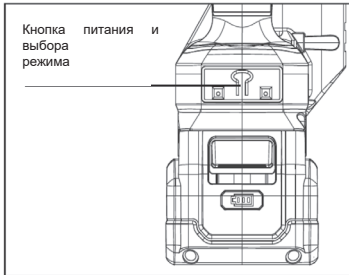
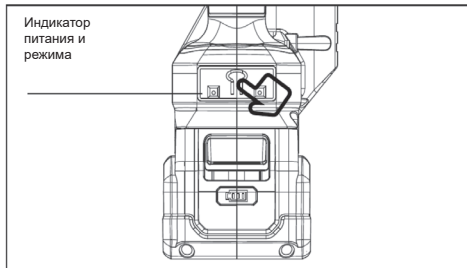
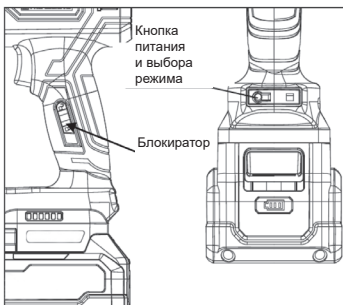
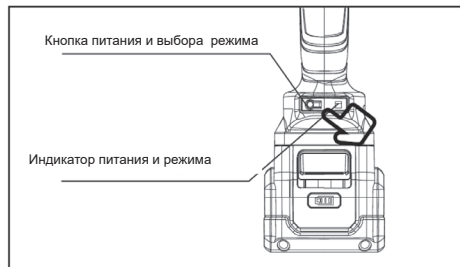

Рис. 18
Рис. 19
Рис. 20
Рис. 21
- Нажмите и удерживайте кнопку питания / выбора режима (Рис. 18, Рис. 20) в течение нескольких секунд для подготовки изделия к работе.
CNG 2050BL (Рис. 18, Рис. 19):
CNG 2032BL (Рис. 20, Рис. 21):